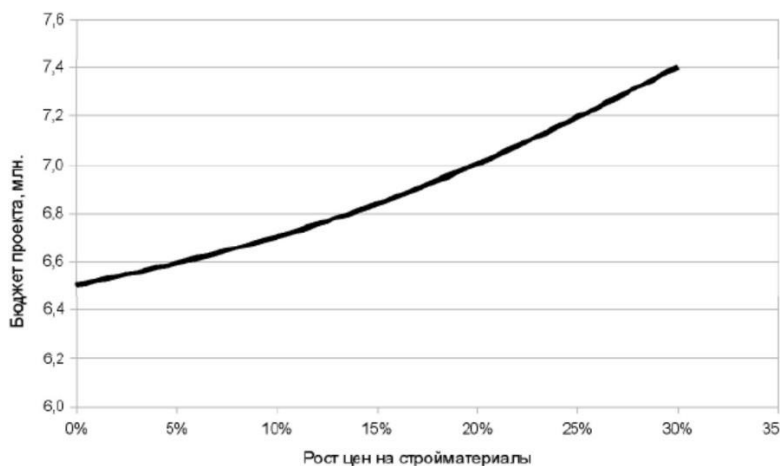

Рисунок 8 - Влияние риска на показатель проект
7.3) Провести аналіз двох довільних ризиків на будь-які показники проекту. Дані навести в табличній (Таблиця 21) і графічній формі (Рис.8).